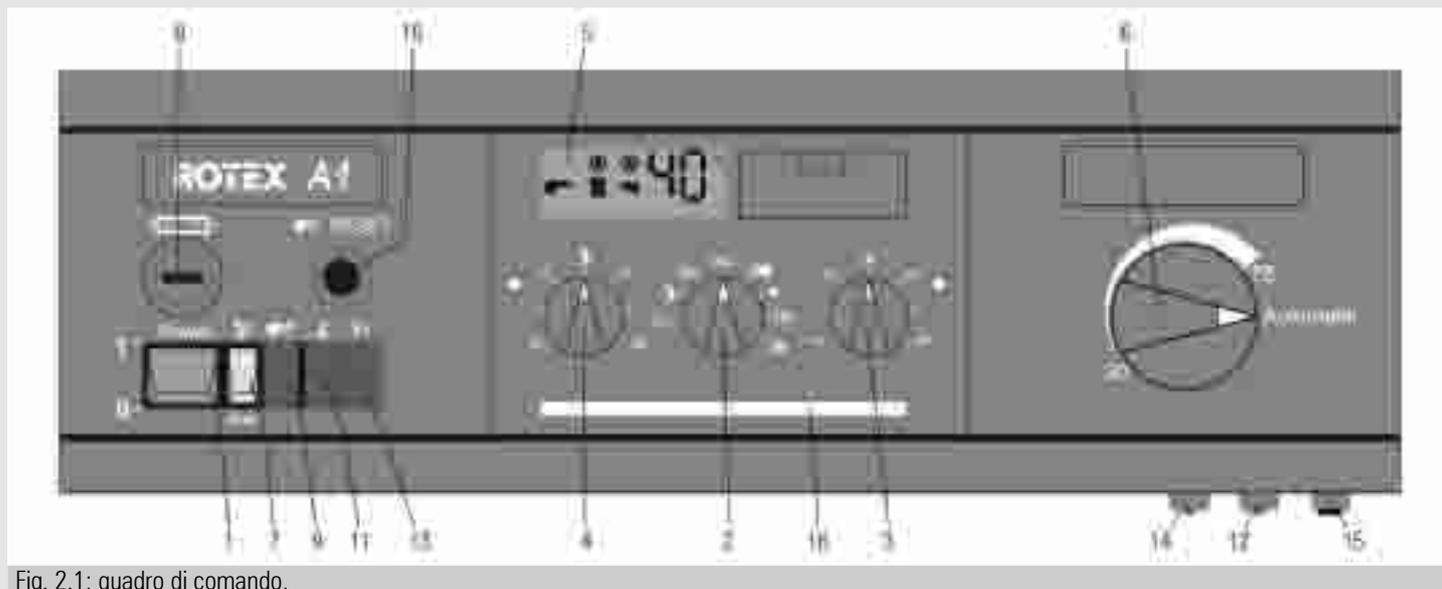
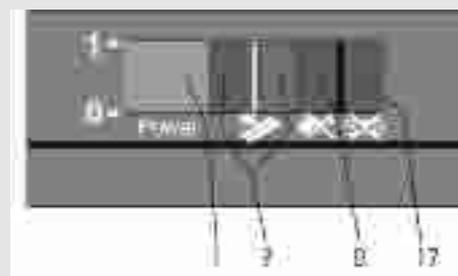

Fig. 2.1: quadro di comando.
Fig. 2.2: quadro di comando (sezione interruttori e spie luminose) con regolazione versione 2.12
Sicurezza elettrica (fig. 2.2)
Il fusibile di sicurezza si trova nel punto indicato come **pos. 8 in fig. 2.1**. Si può aprire con una leggera pressione ed un avvitamento di $\frac{1}{4}$ di giro verso sinistra. Nel caso in cui anche il fusibile sostituito salti, si tratta di un corto circuito nell'impianto che deve essere eliminato da **personale specializzato**.
L'accensione della spia di controllo STB (**Pos.9,13 in fig. 2.1 ovvero 17 in fig.2.2**) segnala un surriscaldamento della caldaia. L'impianto è spento. Questo dispositivo di sicurezza diventa attivo soltanto in caso di funzionamento difettoso dell'impianto **per cui è necessario trovare ed eliminare la causa del disturbo prima di sbloccare nuovamente il dispositivo**. Il termostato di sicurezza può essere sbloccato premendo il pulsante rosso che si trova sotto il pannello del quadro di comando.
Pos. 12 in fig. 2.1
Pos. 14 in fig. 2.1
Prima della consegna dell'impianto di riscaldamento all'utente può essere collaudato il buon funzionamento dei termostati di sicurezza. Per iniziare il collaudo posizionare il selettore di funzionamento (**pos. 2 in fig. 2.1**) su "Stand-by". Il tasto TUV (**pos. 15 in fig. 2.1**) deve essere premuto fino a quando il termostato di sicurezza si attiva.
(ad es. per un primo riscaldamento sul cantiere). Posizionare selettore del tipo di funzionamento (**pos. 2 in fig. 2.1**) su "manuale". Regolare il selettore della temperatura (**pos. 6 in fig. 2.1**) sulla temperatura richiesta. Controllo della temperatura dall'indicatore LCD (**pos. 5 in fig. 2.1**). Campo di regolazione: 35 - 85°C. Massima temperatura in posizione "Auto".